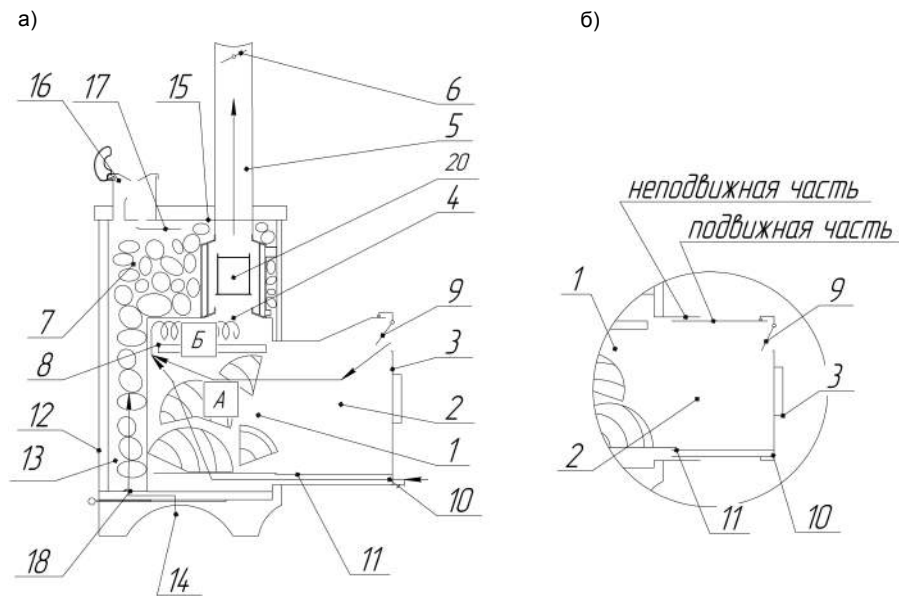
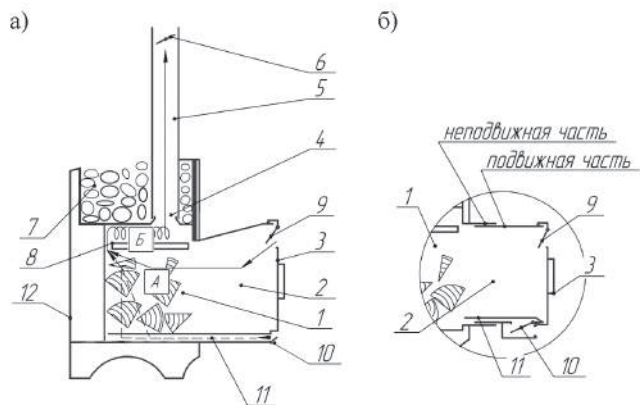

Рисунок 5.1.1. Принципиальные схемы.
Рисунок 5.1.2. Принципиальные схемы.
**5.1.** Печи для бани (рис. 5.1.1. и рис. 5.1.2. а) включает следующие основные элементы: топка (1), тоннель (2), дверца (3), выходной патрубок (4), дымоотводящий канал (5) с шибером (6) и емкость (7) для камней. В топке (1) смонтирован дымовой зуб-завихритель пламени (8). Основной воздухозаборник (9) с регулируемой заслонкой расположен в верхней части дверцы (3), над экраном. Дополнительный воздухозаборник (10) с регулируемой заслонкой установлен внизу тоннеля (2). Там же смонтирован воздушный канал (11). Топка (1) и каменка (7) имеют общий защитный декоративный кожух (12). Подача воздуха в зону горения и регулирование интенсивности горения осуществляются через основной (9) и дополнительный (10) воздухозаборники. Шибер (6) предназначен для перекрытия дымового канала в неработающей печи.
Предусмотрен вариант исполнения телескопического тоннеля (рис. 5.1.1. б). Во время монтажа печи подвижную часть тоннеля фиксируют в стене и герметизируют.
1. Тоннель (2) проходного сечения выполнен из жаропрочной нержавеющей стали. Предусмотрены два варианта исполнения тоннеля: цельнометаллический (рис. 5.1.1. а) и телескопический (рис. 5.1.1. б). Телескопический тоннель облегчает монтаж печи, однако в такой тоннель можно установить светопрозрачный экран лишь небольшого размера (200x180 мм). В цельнометаллическом тоннеле увеличивают входное окно, следовательно, в него можно установить экран большего размера (340x310 мм). В тоннеле снизу смонтирован дополнительный воздухозаборник, который предназначен для более интенсивного дожига дров в самой нижней части топки на завершающей стадии горения.
- 9.1.** Перед растопкой **откройте** шибер (6) и воздухозаборник(9) и закройте воздухозаборник (10) (см. рис. 5.1.1.)